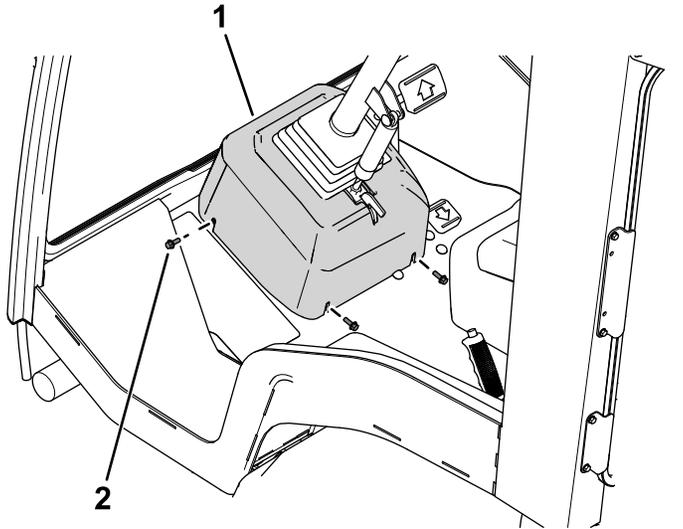

Figura 1
1. Remova as fixações e eleve a cobertura da direção para fora do caminho (Figura 1).